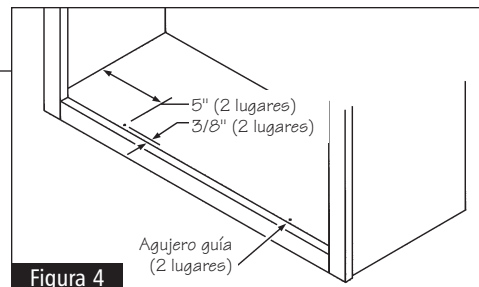

Figura 4
- 2 Aguante o ponga una abrazadera en la SUC36T en el lugar deseado debajo de la pared del gabinete en la que se va a montar. Usando una broca de 3/32", haga dos agujeros guía aproximadamente de 1-1/2" de profundidad a través de la base de la pared superior del gabinete y en la SU36T. Los agujeros guía deben estar a 3/8" de distancia del marco frontal de la pared del gabinete y a 5" aproximadamente de cada panel lateral de la pared superior del gabinete. Vea figura 4. **NOTA:** Asegúrese que no taladra a través del riel superior de la SUC36T. Si enrolla un pedazo de cinta alrededor del extremo de la broca de 1-1/2" le ayudará a taladrar la correcta profundidad.